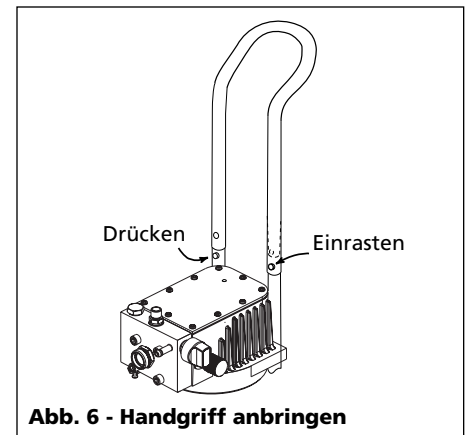

Abb. 6 - Handgriff anbringen
7. Hinter dem Gerät stehend über den Handgriff greifen und die unteren Enden des Handgriffs ergreifen. Mit dem Daumen und Zeigefinger die Valco Kontaktnasen eindrücken und den Handgriff vorsichtig darüber schieben, bis sie einrasten. Mit beiden Händen den oberen Querholm des Handgriffs ergreifen und den Handgriff vollständig nach unten drücken (siehe Abb. 6).